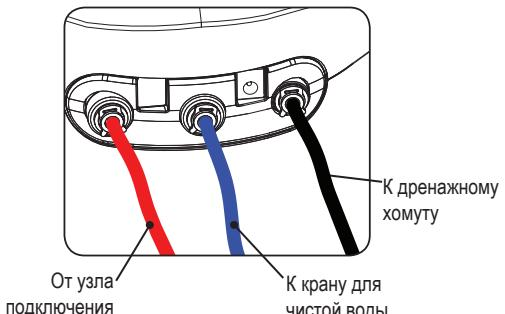

Рис. 9
- Подсоедините подводящие трубы согласно схеме, показанной на рис. 9.